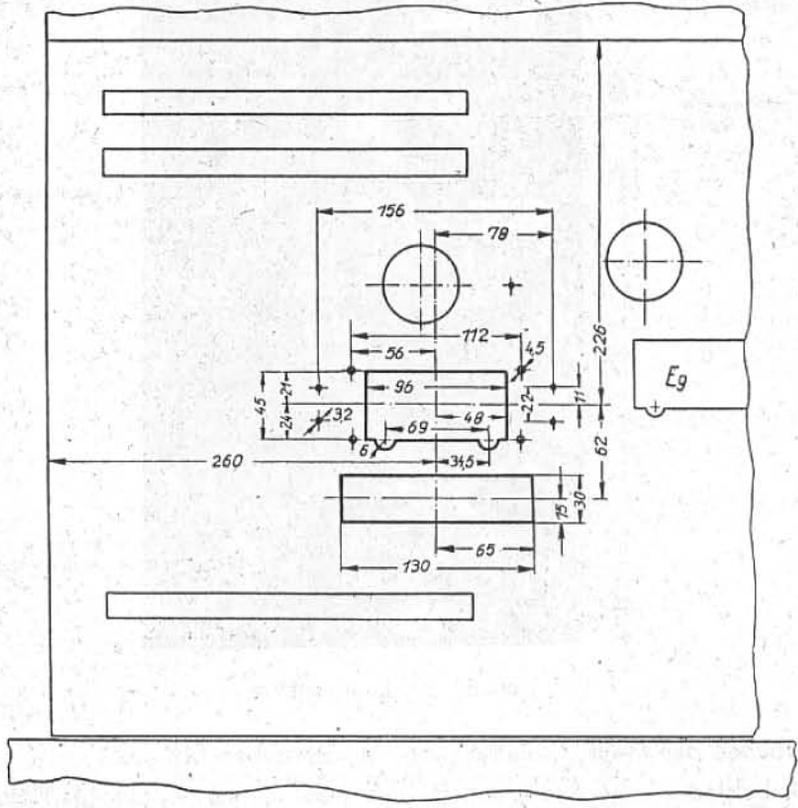

Abb. 9. Maßskizze für den Durchbruch der Tj-Platte.
2. Durchbruch für die Tj-Buchsenplatte am Ausleger auf der Spiegelseite im Pintschregler-raum herstellen (s. Abb. 9). Vier Bohrungen 4,5 mm zum Anschrauben der Tj-Buchsenplatte herstellen.
3. Durchbruch für die Kabeldurchführungsplatte (s. Abb. 9). Befestigungslöcher 4,5 mm nach der Durchführungsplatte anreißen und bohren. Zweckmäßig wird in der Mitte am oberen Rande der Kabeldurchführungsplatte noch eine 3-mm-Schraube durchgezogen, welche die Platte gut und wasserdicht anpreßt. Diese Schraube kann gleichzeitig als Masseverbindung von Feder 7 der Tj-Platte benutzt werden.
Durchbrüche und Bohrungen nach Abb. 9 bzw. Schablone herstellen.